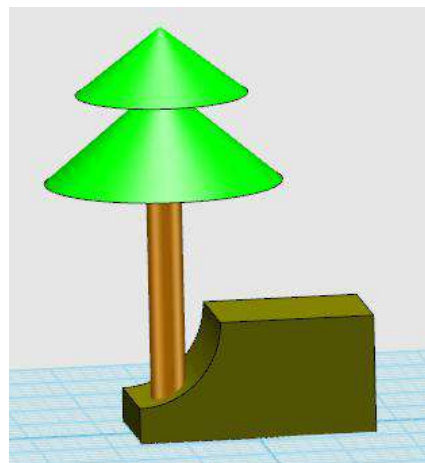

图 11 颜色渲染
(4) 单击【材质渲染】按钮渲染喜欢的颜色即可，如图 11。